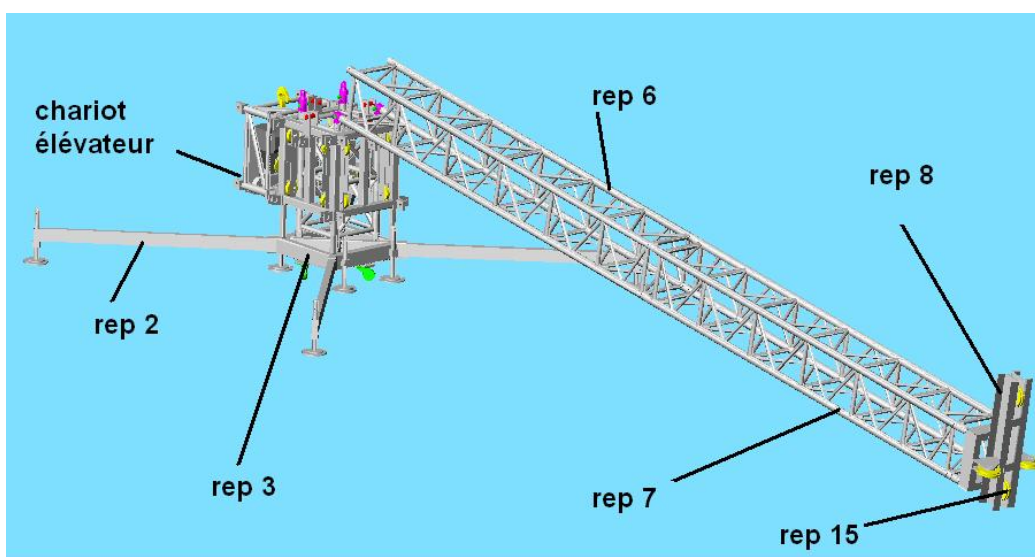

fig.8
- a) Passer la chaîne du palan le long de l'ensemble du mât, puis la faire passer sur les 2 poulies (rep 15) situées sur la tête de tour (rep 8) (fig.8)